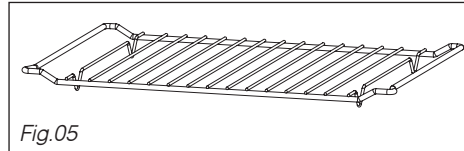

Fig.05
• **La grille** (fig.05) : permet de réchauffer simultanément une deuxième assiette (la première étant posée sur le plateau tournant). La grille ne doit en aucun cas être utilisée avec d'autres récipients métalliques. Toutefois, vous pouvez réchauffer un aliment dans une barquette en aluminium en l'isolant de la grille à l'aide d'une assiette.